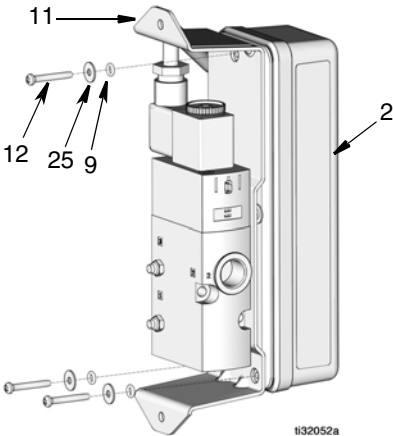

FIG. 39
8. Allineare il gruppo della cassetta elettronica del PAC (2) alla staffa (11). Montare gli o-ring (9), le rondelle (25) e le viti (12) per fissare la staffa alla cassetta (FIG. 39).